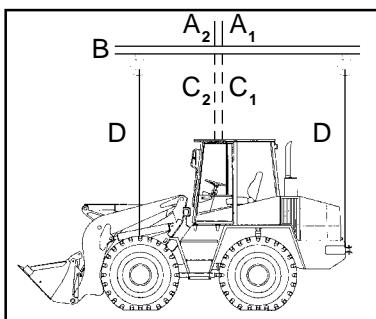

Bild 7-5
- Der Aufnahmepunkt ((7-5/A₁ - Gerät ohne Standardschaufel) bzw. (7-5/A₂ - Gerät mit Standardschaufel)) des Tragmittels (7-5/B) muß genau senkrecht über dem Schwerpunkt (7-5/C₁ bzw. 7-5/C₂) des Gerätes liegen (siehe Bild 7-5), damit sich das Lastaufnahmemittel **waagerecht** über der Längsmittelachse des Gerätes befindet.
- Le point de levage (7-5/A1 sans le godet standard et 7-5/A2 avec le godet standard) du moyen de levage (7-5/B) doit être exactement à la verticale du centre de gravité (7-5/C1 resp. 7-5/C2) de la machine (voir figure 7-5), de manière à ce que le moyen de levage soit **horizontal** et parallèle à l'axe longitudinal de la machine.
- The lifting point (7-5/A1 - loader without standard bucket or 7-5/A2 - loader with standard bucket) of the lifting device (7-5/B) must be located precisely vertically over the center of gravity (7-5/C1 or 7-5/C2) of the loader (see Fig. 7-5) so that the lifting device is located **horizontally** above the longitudinal axis of the loader.